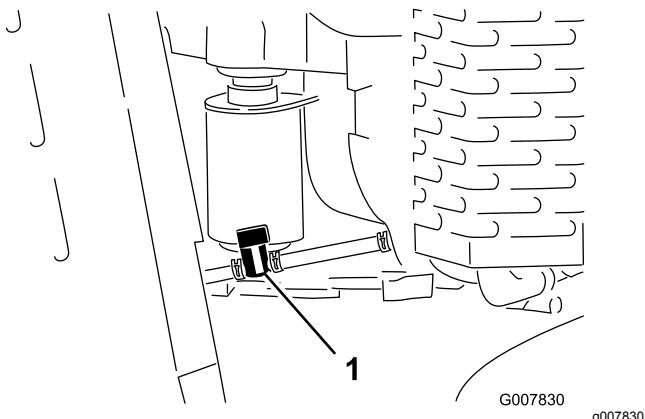

Figure 35
3. Tournez le robinet d'arrivée de carburant en position fermée (Figure 35).
4. Pincez les extrémités du collier de flexible du côté moteur du robinet et poussez-le vers le haut de la conduite d'alimentation, dans la direction opposée au robinet (Figure 35).
5. Débranchez la conduite d'alimentation du robinet (Figure 35).